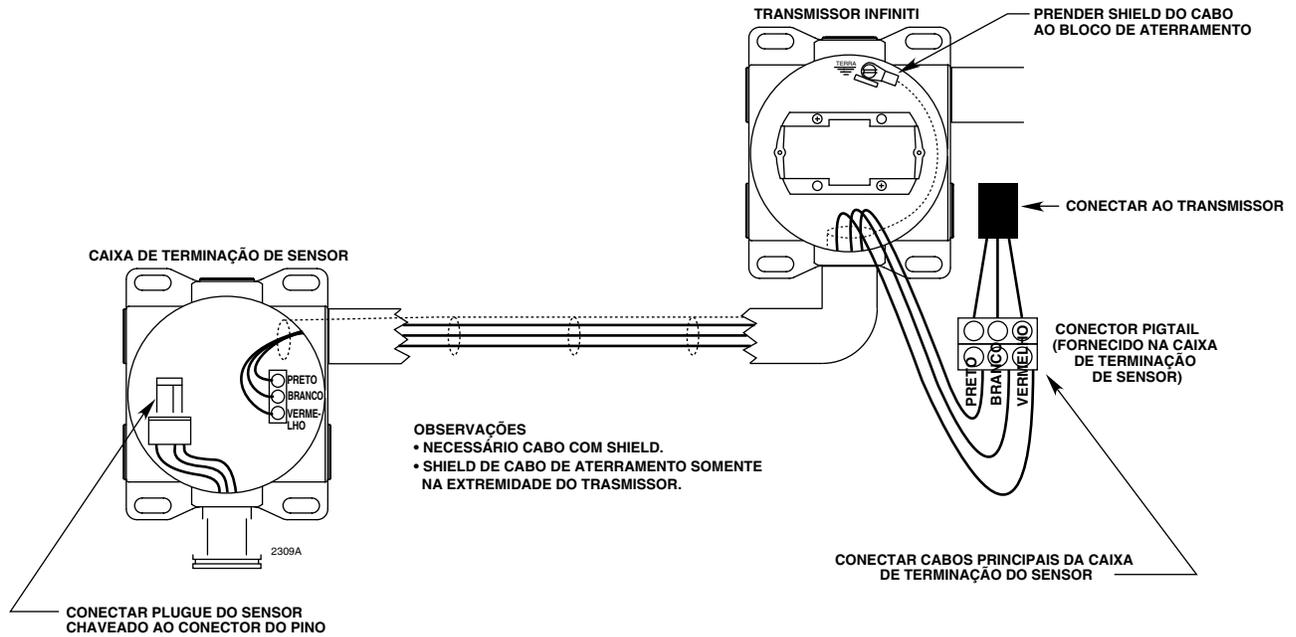

Figura 14 — Separação de sensor com Sensor de gás combustível e Transmissor Infiniti
- Figura 14 — Separação de sensor com Sensor de gás combustível e Transmissor Infiniti